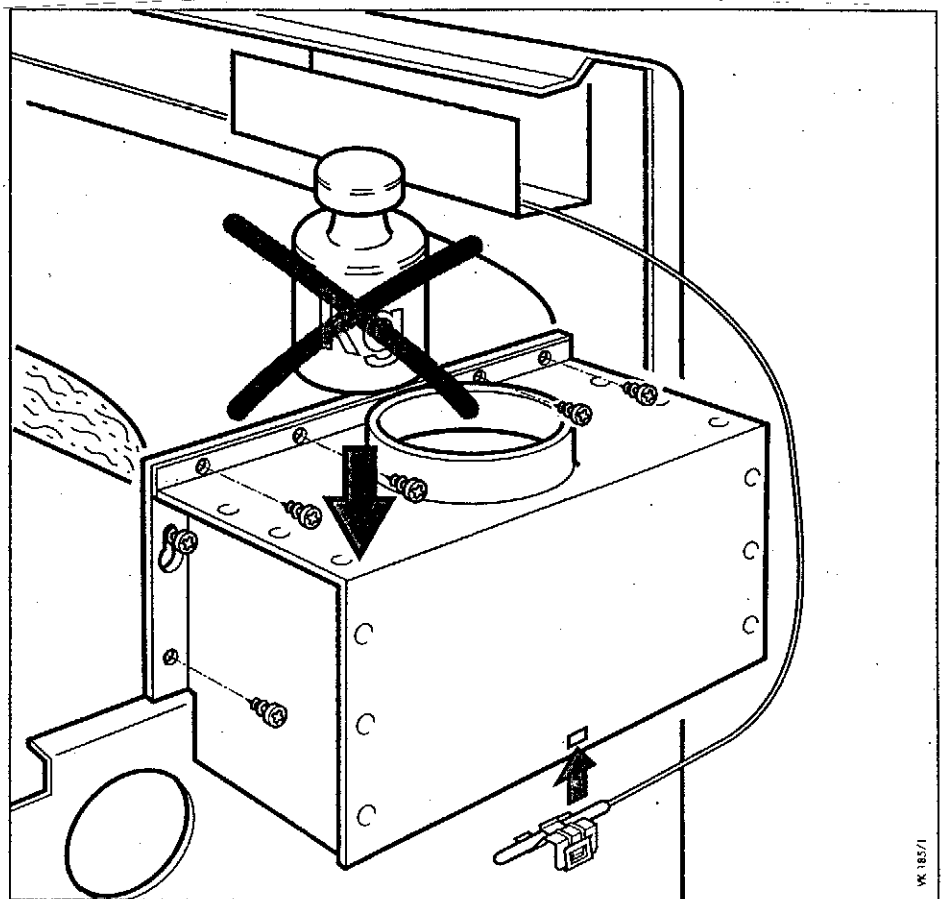

Рис.5.5 Монтаж предохранителя тяги
- Закрепить предохранитель тяги самонарезающими винтами, как показано на рис. 5.5.
- Держатель с чувствительным элементом зафиксировать в предназначенном для этого месте предохранителя тяги (рис.5.5).